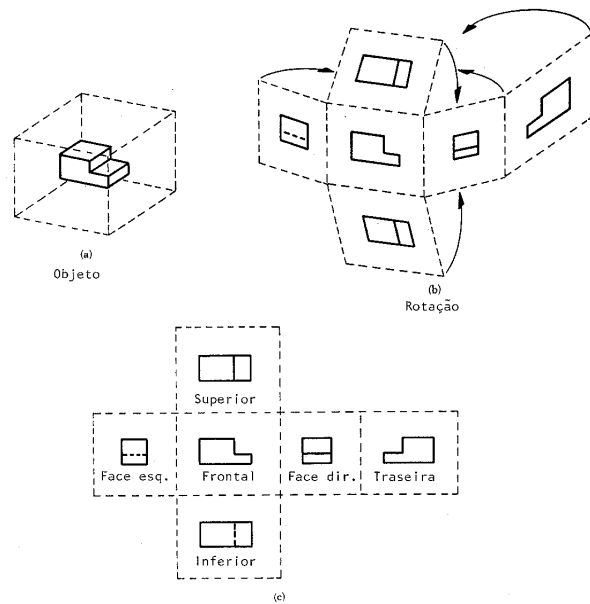

Figura 2-7 Projeção ortográfica.
A figura 2-7 (A) mostra um objeto colocado em uma caixa transparente.